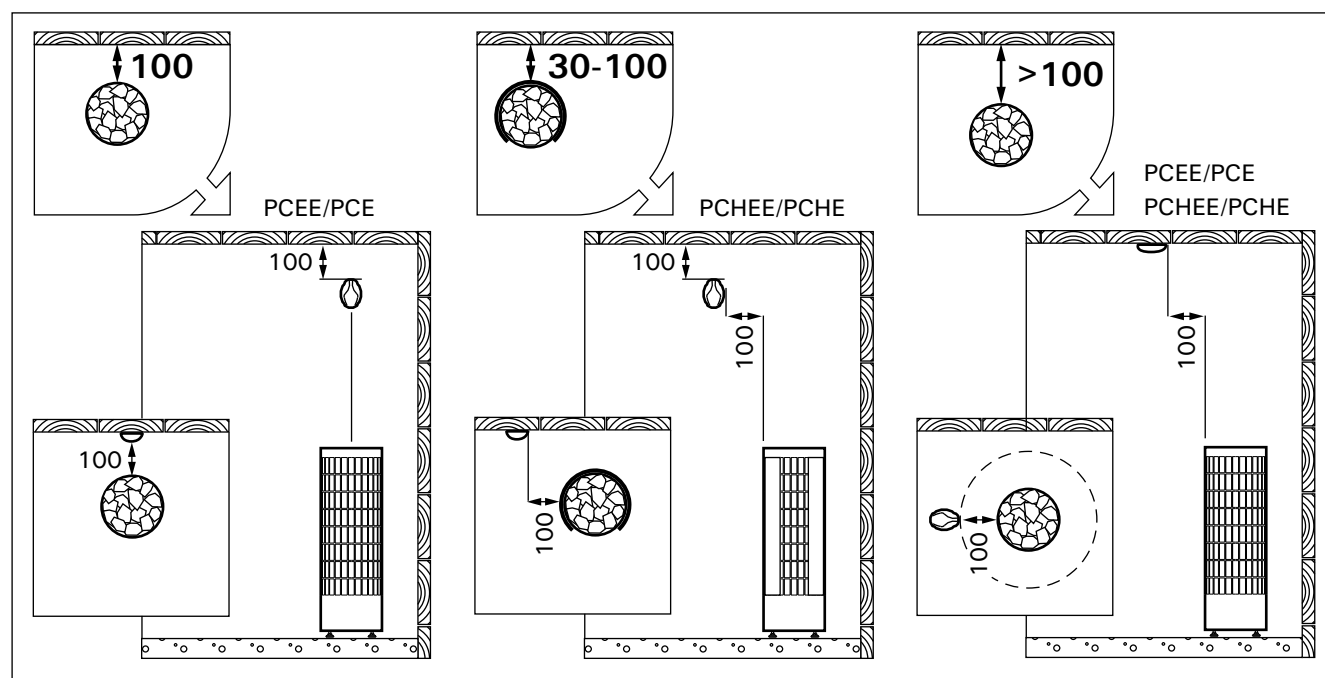

Рисунок 6. Установка температурного датчика (все размеры приведены в миллиметрах)
- PCEE:** Установите датчик на стену сауны, как показано на рис. 6. Вставьте кабель датчика в разъем нагревателя по принципу цветового соответствия.
- PC-E:** Установите датчик (WX247 поставляется вместе с каменкой) на стену сауны, как показано на рис. 6.
**Датчик следует устанавливать в место, указанное в данной инструкции (рис. 6). Если не соблю-**
- Peale vooluvarustuse ühendusklemmide on PC-kerised varustatud ühendusega (P), mis võimaldab kütmist juhtida. Vt. joonis 5. Kütmise juhtimise kaabel on toodud otse kerise ühenduskarpi ning sealt kerise terminaablokki piki sama jämedusega kummiisolatsiooniga kaablit, mis ühenduskaabelgi.